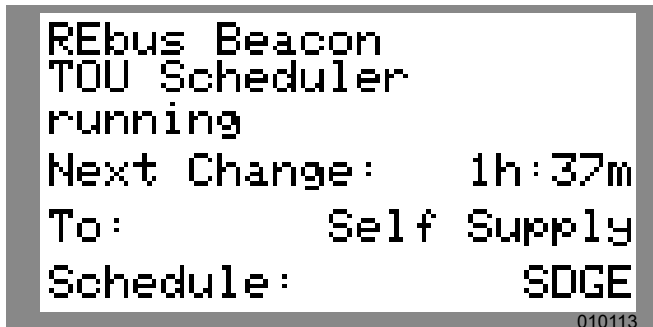

Figure 6-18. Désactiver Beacon (1 de 3)
1. Voir Figure 6-18. Aller à la page Generac Beacon et appuyer sur la touche centrale pour accéder au menu de ce dispositif.